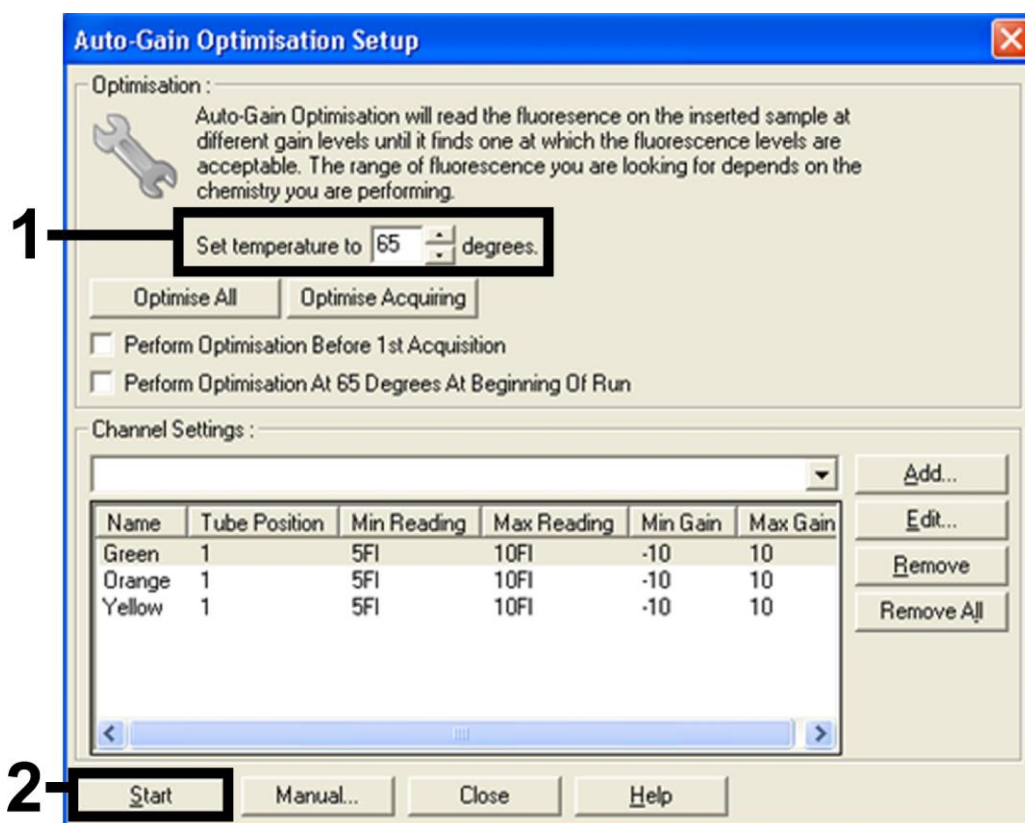

Fig. 8. Ajustar a sensibilidade do canal de fluorescência.
Ajustar a sensibilidade do canal de fluorescência	Fig. 8
9. O intervalo de detecção dos canais de fluorescência tem de ser determinado segundo as intensidades de fluorescência nos tubos PCR. Clique em "Gain Optimisation" ("Optimização do ganho") na caixa de diálogo "New Run Wizard" (ver , passo 2) para abrir a caixa de diálogo "Auto-Gain Optimisation Setup" ("Configuração da optimização do ganho automático") (fig. 8). Defina a temperatura de calibração para 65 para coincidir com a temperatura de anelamento do programa de amplificação (fig. 7, passo 4b). Assegure-se de que todos os três canais (Green, Orange, e Yellow - verde, laranja e amarelo) estão seleccionados para "Auto-Gain Optimisation". (os canais encontram-se no menu pendente em "Channel Settings" ("Definições dos canais"). Clique em "Add" ("Adicionar").) Clique em "Start" ("Iniciar") para começar a optimização do ganho. Clique em "Close" ("Fechar") da caixa de diálogo "Auto-Gain Optimisation Setup" depois de terminada a calibração do ganho.